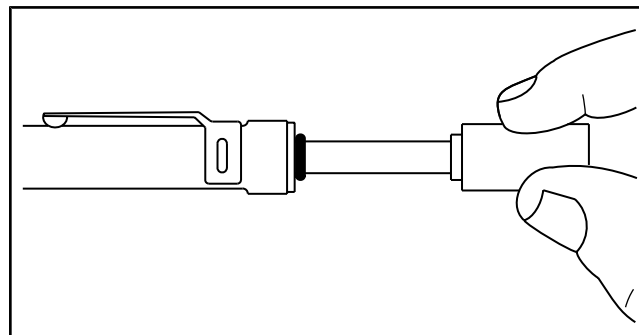

Рисунок 11.10-4: Положение малого уплотнительного кольца
- c. Придвиньте малое уплотнительное кольцо к цилиндрическому корпусу прибора (см. Рисунок 11.10-4).